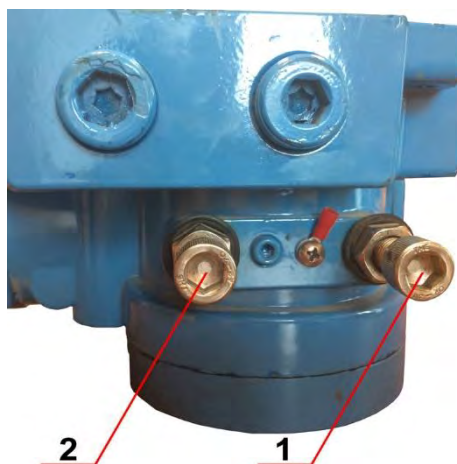

Рис. 4. Ограничители хода
2.3.2.1.3. Ослабить контргайку ограничителя хода (1), вывернуть стопорный винт на 1-2 оборота (рис. 4)
2.3.2.2.3. Ослабить контргайку ограничителя хода (2), вывернуть стопорный винт на 1-2 оборота (рис. 4)